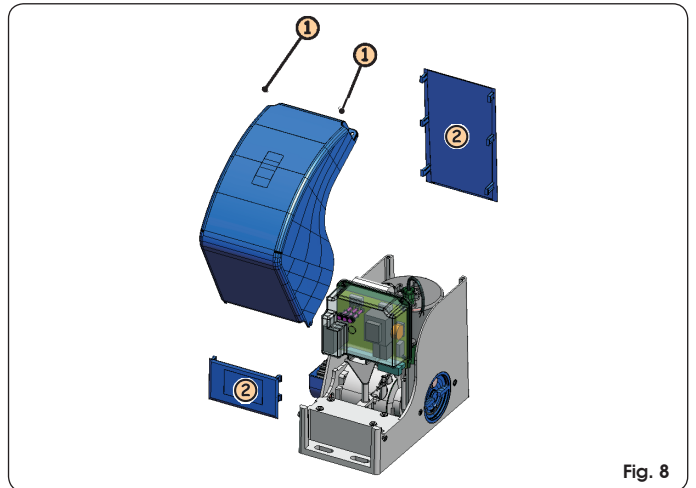

Fig. 8
- ① Die Motorabdeckung abnehmen und hierzu die beiden oberen Befestigungsschrauben vollkommen abschrauben (Abb. 8, Bez. ①).
- ② Die Abdeckung um etwa 30° drehen und nach oben ziehen.
- ③ Die beiden seitlichen Schutzabdeckungen herausziehen (Abb. 8, Bez. ②).